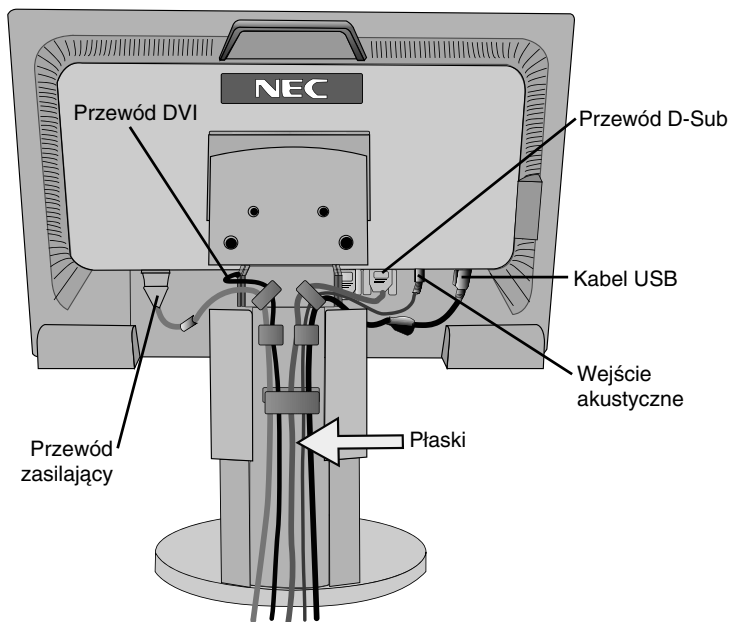
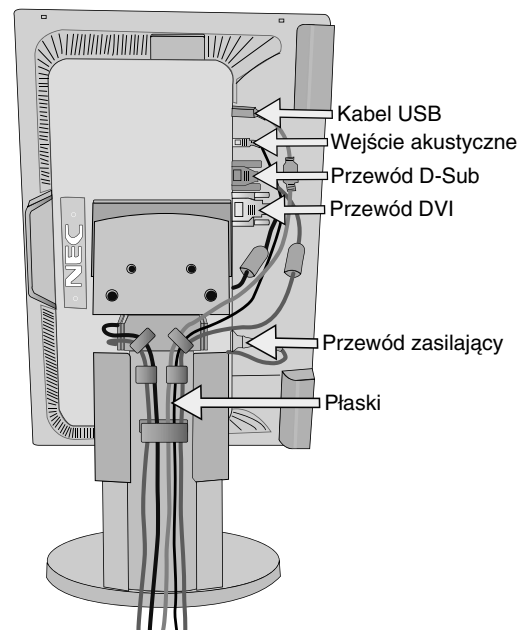

Rysunek C.1
Rysunek C.1a
3. Chwyc monitor za boki i pochyl ekran ciekłokrystaliczny pod kątem 30 stopni, a następnie ustaw go w najwyższej pozycji (**Rysunek C.1**).
4. Podłącz wszystkie przewody do odpowiednich złączy (**Rysunek C.1**). Podłączyć słuchawki (nie dołączone) do odpowiedniego złącza umieszczonego z lewej strony monitora (**Rysunek C.1**). Jeśli jest używany kabel USB, należy podłączyć wtyczkę typu B do portu wejściowego (wyższy poziom) na tylnej ścianie monitora (z prawej strony), a wtyczkę typu A do portu wyjściowego (niższy poziom) komputera (**Rysunek C.1a**). Jeżeli używasz przewodu od urządzenia USB, wykorzystaj jeden z portów pobierania z boku monitora.